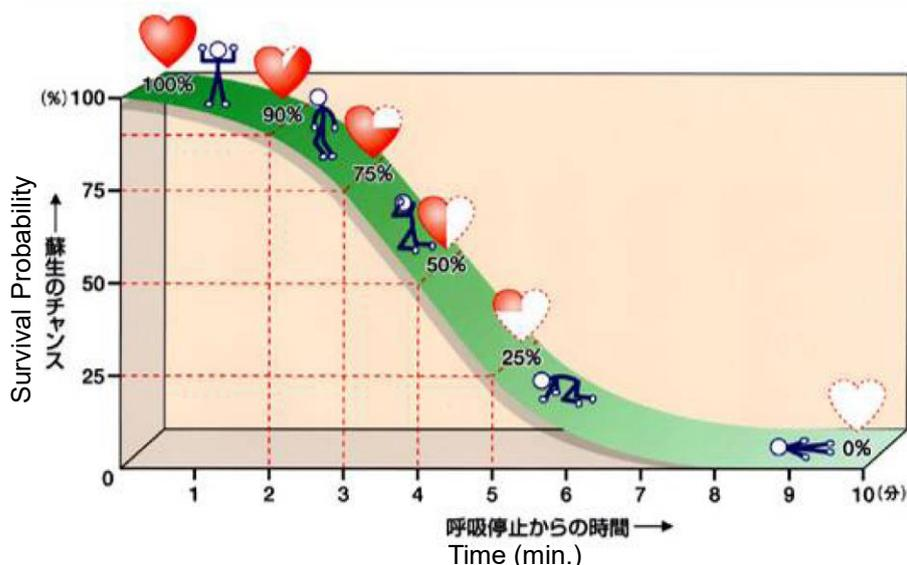

Fig. 3. ドリンカーの救命曲線 (東京大学低温センター「保安技術テキスト」から抜粋)
- c) 蘇生機会の急激低下: 酸欠による呼吸停止からの蘇生のチャンスは呼吸停止後 3~5 分で急激に低下し、7 分以上でほとんどゼロとなる (Fig. 3)。特に酸素濃度が低い場所に晒されている時間が長いほど死亡する確率は高く、数秒で生死を分ける場合もある。また、たとえ蘇生しても、言語障害、運動機能障害、視野狭窄、幻覚、ノイローゼなどの後遺症が残る場合が多い。
Sharp Drop in Resuscitation Opportunity: A chance of resuscitation decreases rapidly in 3~5 minutes after the stop of breathing, and becomes zero above 7 minutes (Fig. 3). Even if a person is resuscitated, he has sometimes after effects of disease such as speech impediment, motility disturbance, narrowing of visual field, hallucination, neurosis.